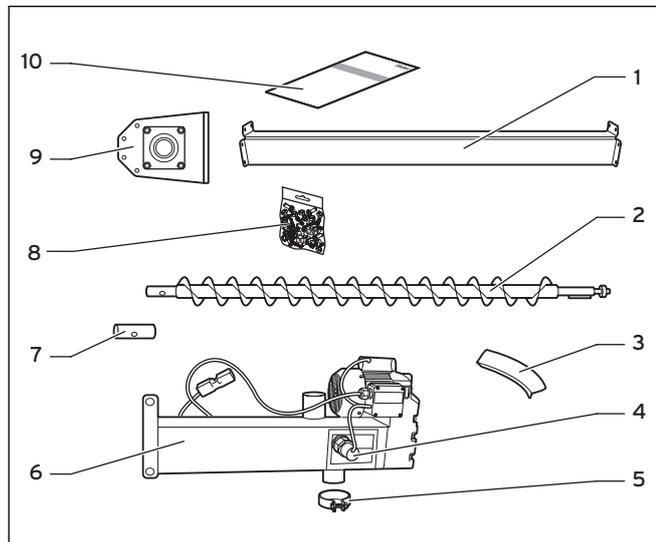
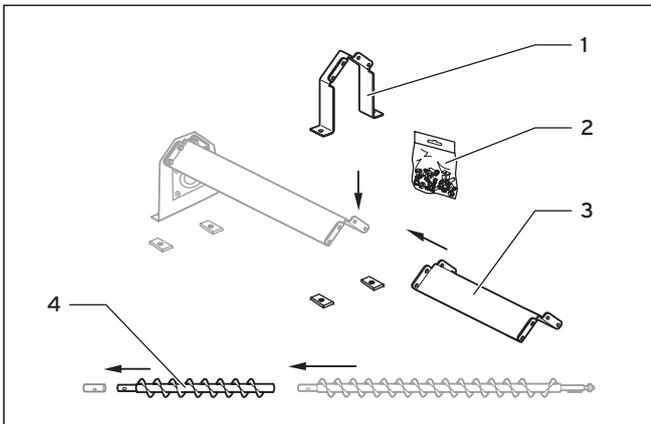

Fig. 4.2 Volumen de suministro del paquete básico
Fig. 4.4 Volumen de suministro de prolongación de 0,5 m y 1,0 m
- Atornille el rodamiento con soporte embreado (→ **Fig. 4.2, Pos. 9**) con la descarga de presión (→ **Fig. 4.2, Pos. 1**).
Puede prolongar la descarga de presión (→ **Fig. 4.2, Pos. 1**) en el depósito de pellets hasta un máximo de 4 m con otras descargas (→ **Fig. 4.4, Pos. 3**).
- Coloque el apoyo (→ **Fig. 4.4, Pos. 1**) desde arriba en la descarga de presión.
- Coloque el tornillo sinfín de transporte (→ **Fig. 4.2, Pos. 2**) y, en caso necesario, las prolongaciones del tornillo sinfín de transporte (→ **Fig. 4.4, Pos. 4**) debajo de la descarga de presión.
- Atornille la tapa de cierre (→ **Fig. 4.2, Pos. 7**) con el extremo del tornillo sinfín de transporte o de la prolongación del tornillo sinfín de transporte.
- Coloque el pasa-muros (2) en la abertura.
- Deslice el tornillo sinfín de transporte por el pasa-muros (2).
- Una la hélice del tornillo sinfín de transporte con el muelle de ajuste del motor AS (→ Fig. 4.2, Pos. 6).
- Atornille la descarga de presión, y en su caso toda la prolongación, con el pasa-muros (2)
- Para fijar el rodamiento con soporte embreadado, el apoyo y el pasa-muros (2), marque los taladros para los racores en el suelo.
- Centre correctamente el rodamiento con soporte embreadado, el apoyo y el pasa-muros (2) entre las rampas.